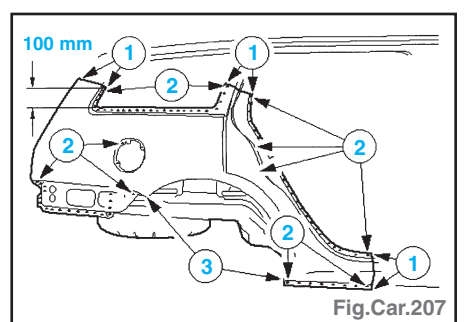

Fig.Car.207
- Panneau latéral (Fig.Car.207) :
- ligne de coupe préalable (1),
- fraiser les points de soudure (2),